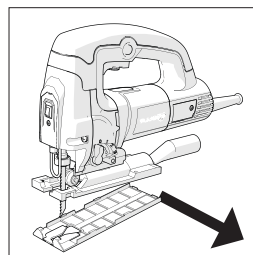

Fig. 6
- Sganciare la base inferiore in plastica della piastra d'appoggio e conservarla al sicuro per una successiva installazione. (Fig. 6)